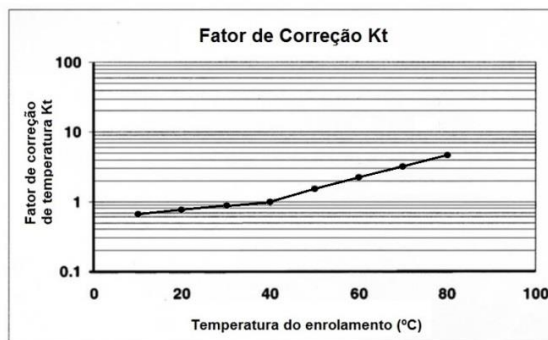

Figura 4.3: Fator de correção da resistência de isolamento em função da temperatura
A resistência de isolamento medida nos enrolamentos deve ser convertida para 40°C, utilizando o fator de correção fornecido na Figura 4.3 (norma IEEE43) e aplicando na seguinte fórmula:
- K_t = Fator de correção da resistência de isolamento em função da temperatura, conforme Figura 4.3.
Os valores utilizados para gerar a curva da são mostrados na Figura 4.3.